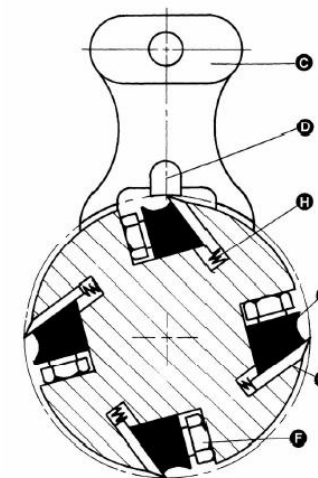

Рис. 19
3. Для контроля и регулировки ножей следует воспользоваться прилагаемым калибром для ножей (**Рис. 19 и 20**), проверять необходимо все четыре ножа. Ножи должны едва касаться низа центрального выступа (**Рис. 19, D**) калибра ножей.
4. При необходимости в регулировке одного или нескольких ножей слегка ослабить прижимную планку ножей (**Рис. 19, E**), вворачивая в планку шесть фиксирующих винтов (**Рис. 19, F**). Достаточно ввернуть винты для снятия усилия в режущей головке без нарушения настройки ножей. Выполнить это для всех остальных четырех ножей одновременно.
5. Поместив калибр над ножом (**Рис. 19, G**), продолжать ослаблять фиксирующие винты (**Рис. 19, F**) до тех пор, пока пружины (**Рис. 19, H**) не начнут поднимать нож.
- После соприкосновения ножа с центральным выступом (**Рис. 19, D**) калибра поджать
6. прижимную планку, слегка выворачивая шесть фиксирующих винтов (**Рис. 19, F**) к пазу.
8. После регулировки всех четырех ножей с поджатыми винтами, вывернуть и затянуть шесть фиксирующих винтов (*Рис. 19, F* и *20*) к пазу, начиная с концевых винтов, затем центральными, до полного закрепления ножа в режущем валу. Тем же способом затянуть остальные три ножа.
3. Для снятия ножа ослабить прижимную планку (*Рис. 19, E*) (вворачивая шесть фиксирующих винтов (*Рис. 19, F*) в прижимную планку. Снять прижимную планку (*Рис. 19, E*), нож (*Рис. 19, G*) и пружины (*Рис. 19, H*). **ПРИМЕЧАНИЕ:** две внутренние пружины могут выскочить при снятых ноже и прижимной планке.
8. Поставить на нож калибр для ножа (*Рис. 19, С*).
9. Удерживая калибр на ноже, ослабить шесть фиксирующих винтов (F), вворачивая их в прижимную планку (E) до тех пор, пока режущая кромка ножа не коснется выступа (D) калибра. Поджать прижимную планку, слегка выворачивая шесть фиксирующих винтов к пазу.
11. После регулировки всех четырех ножей с поджатыми винтами, вывернуть и затянуть шесть фиксирующих винтов (*Рис. 19, F*) к пазу, начиная с концевых винтов, затем центральными, до полного закрепления ножа в режущем валу. Тем же способом затянуть остальные три ножа.